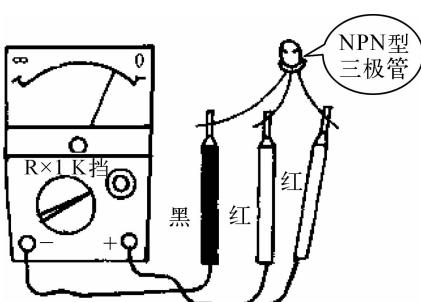

图 1-1-8 用万用表检测判别基极和管型
④ 发光二极管性能检测与质量判别：因为该项目中的发光二极管正向导通压降约为 1.5 V，所以用万用表 R×1 kΩ 挡测量其正向阻值时，指针只能微动，摆动不明显；用万用表 R×10 kΩ 挡测量发光管的正、反向电阻。正常时，正向电阻值为 15～40 kΩ（此值越小越好），反向电阻大于 500 kΩ（约为∞），若测得正、反向电阻值均接近零，则说明该红外发光二极管内部已击穿损坏，若测得正、反向电阻值均为无穷大，则说明该二极管已开路损坏，若测得的反向电阻值远远小于 500 kΩ，则说明该二极管已漏电损坏。
(3) 检测三极管
① 步骤一：万用表量程选择。对于功率在 1 W 以下的中小功率三极管，可用万用表的 R×1 k 或 R×100 挡测量，对于功率在 1 W 以上的大功率三极管，用万用表 R×10 或 R×1 挡测量（不必对欧姆挡调零）。
② 步骤二：判别基极和管型。用黑表笔接触某一管脚，用红表笔分别接触另两个管脚，用此方法几次试探，如试探中只有一次表头电阻读数都很小，则与黑表笔接触的管脚是基极，同时可确定为 NPN 型三极管；若用红表笔接触某一管脚，用黑表笔分别接触另两个管脚，如试探中只有一次表头读数都很小，则与红表笔接触的管脚是基极，同时可确定为 PNP 型三极管（图 1-1-8）。